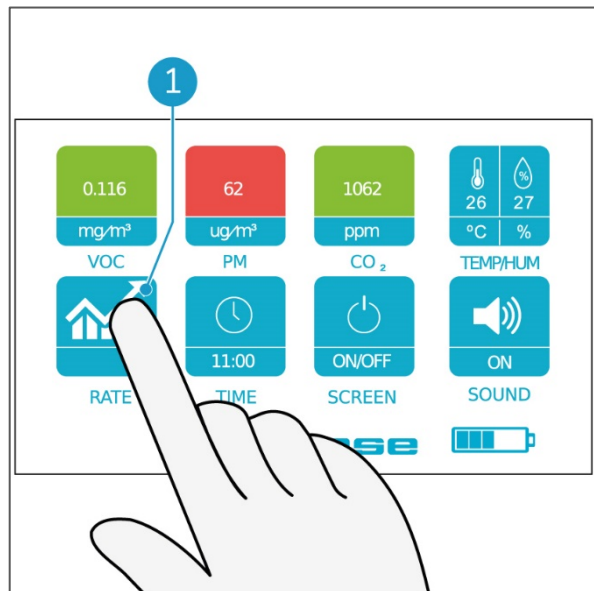

Figure 18
1. Touchez du doigt le bouton RATE (Figure 18, position 1).